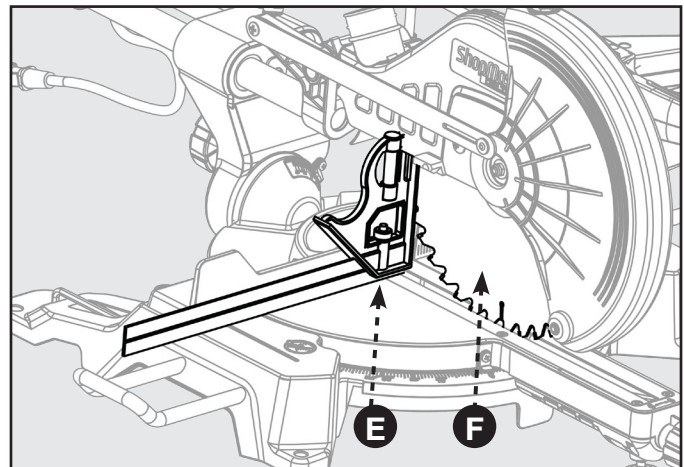

FIGURE 12
Reportez-vous à la figure 12.
9. Le bord de l'équerre et la lame de scie doivent être parallèles, comme illustré à la figure 12.